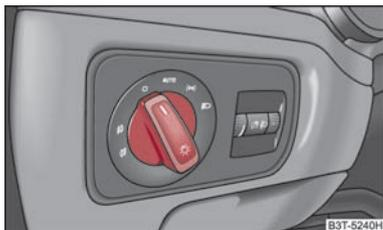

Abb. 47 Schalttafel: Lichtschalter
- Drehen Sie den Lichtschalter ⇒ Abb. 47 in Stellung ☀.
Bei Fahrzeugen mit **Rechtslenkung** weicht die Anordnung der Schalter von der in ⇒ Abb. 47 gezeigten Anordnung zum Teil ab. Die Symbole, die die Schalterstellungen markieren, sind jedoch gleich.